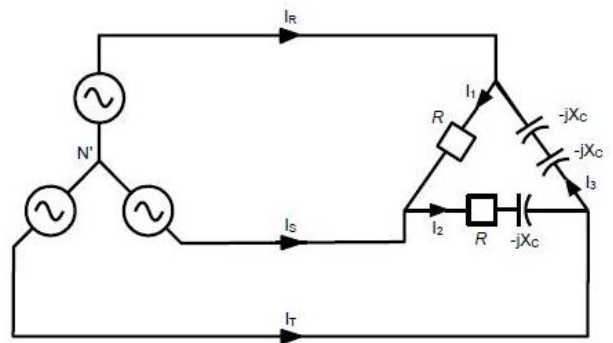

Figura 4.
2.4. Para el circuito de la figura 4, realice lo siguiente:
3.5. Repita el numeral 3.3 para el circuito de la figura 4.